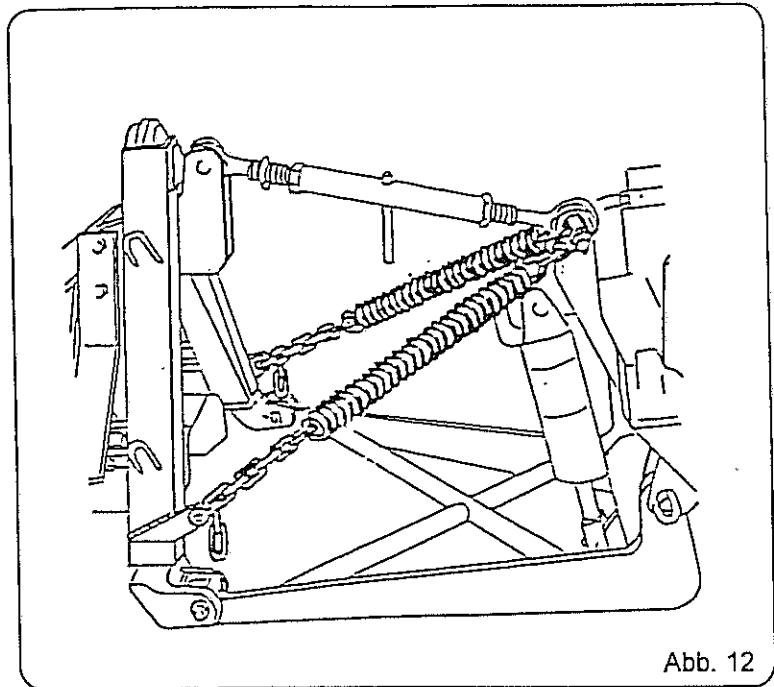

Abb. 12
Mitgelieferten Oberlenkerbolzen mit Rohrlaschen und Schäkeln traktorseitig montieren (Seite 13, Abb. 12).
Die beiden Federn werden mit ihren Anschlußteilen normalerweise (Abb. 12)
- Federentlastung traktorseitig aushängen (Seite 13, Abb. 12 oder 13).